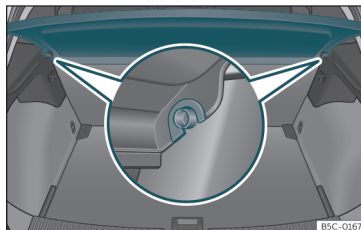

Fig. 115 Nel bagagliaio: smontare e montare il piano.
- Togliere il pianale dai supporti laterali »» **fig. 115** tirandolo verso l'alto ed estrarlo.
- Inserire la copertura in modo orizzontale facendo coincidere la "mezzaluna" sull'asse dei supporti »» **fig. 115** e premendo verso il basso fino a far scattare l'innesco.